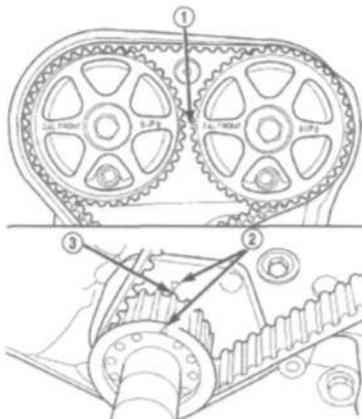

Рис. 102.
(9) Перед снятием ремня ГРМ, повернуть коленвал так, чтобы метка ВМТ на кожухе масляного насоса совпала с меткой ВМТ на звездочке коленвала (догоняющая кромка зубца звездочки) (Рис.102).